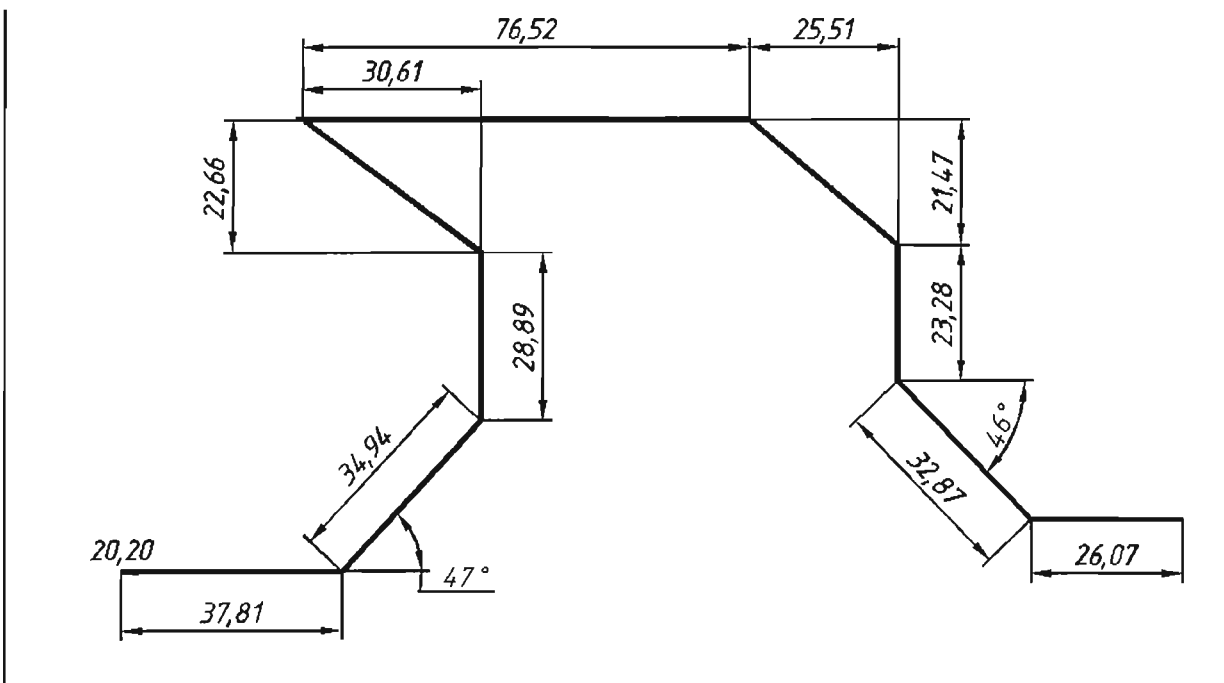

Рис. 4.5. Ломаная полилиния, построенная с использованием относительных декартовых и полярных координат опорных точек
4.2.6. Построить ломаную полилинию в соответствии с рис. 4.5. Нанести размеры. Сгруппировать изображение.